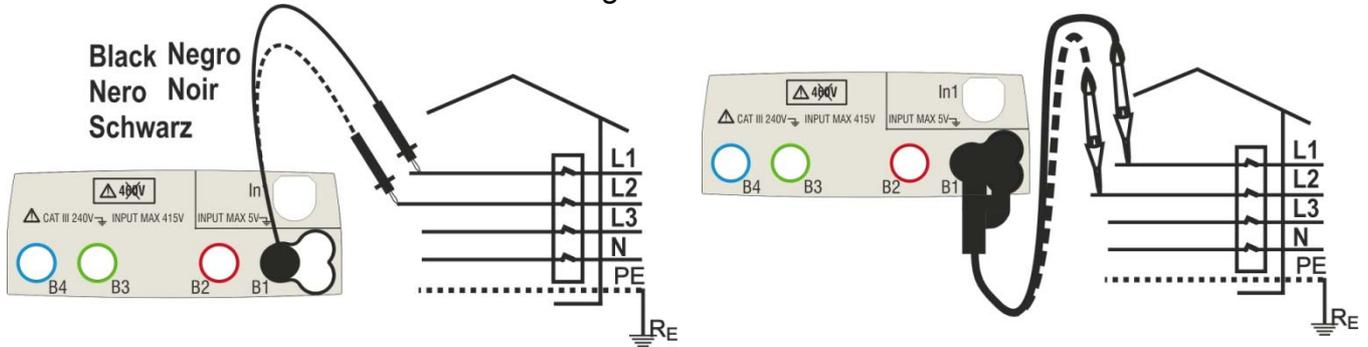
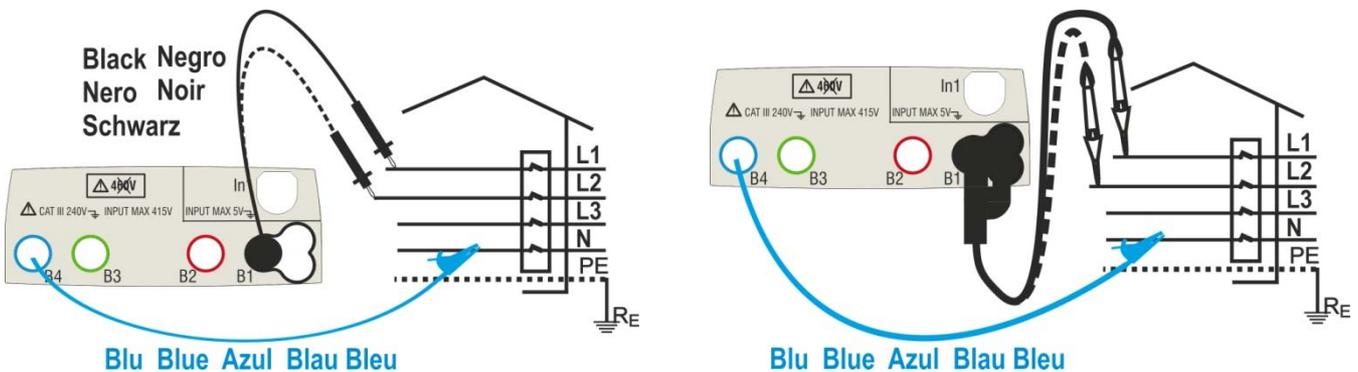

Abb. 22: Geräteanschluss zur Messung der Drehfeldrichtung mit einem Messkabel und Tastkopf
Abb. 23: Geräteanschluss zur Messung der Drehfeldrichtung mit zwei Messkabeln und Tastkopf
3. Führen Sie den blauen und schwarzen Stecker der Messleitungen in die entsprechenden Eingangsbuchsen B4 und B1 des Messgerätes (2T Messung) ein. Führen Sie an den freien Kabelenden die entsprechenden Krokodilklemmen oder Messleitungen ein. Sie können auch den Tastkopf benutzen, indem Sie dessen mehrpoligen Steckverbinder in die Eingangsbuchse B1 einführen. Verbinden Sie die Krokodilklemmen, die Messkabel oder den Tastkopf mit der Phase L1 und N wie in Abb. 22 und Abb. 23.
Verbinden Sie die Krokodilklemmen, die Messkabel oder den Tastkopf mit der Phase L2 und N wie in Abb. 22 und Abb. 23.